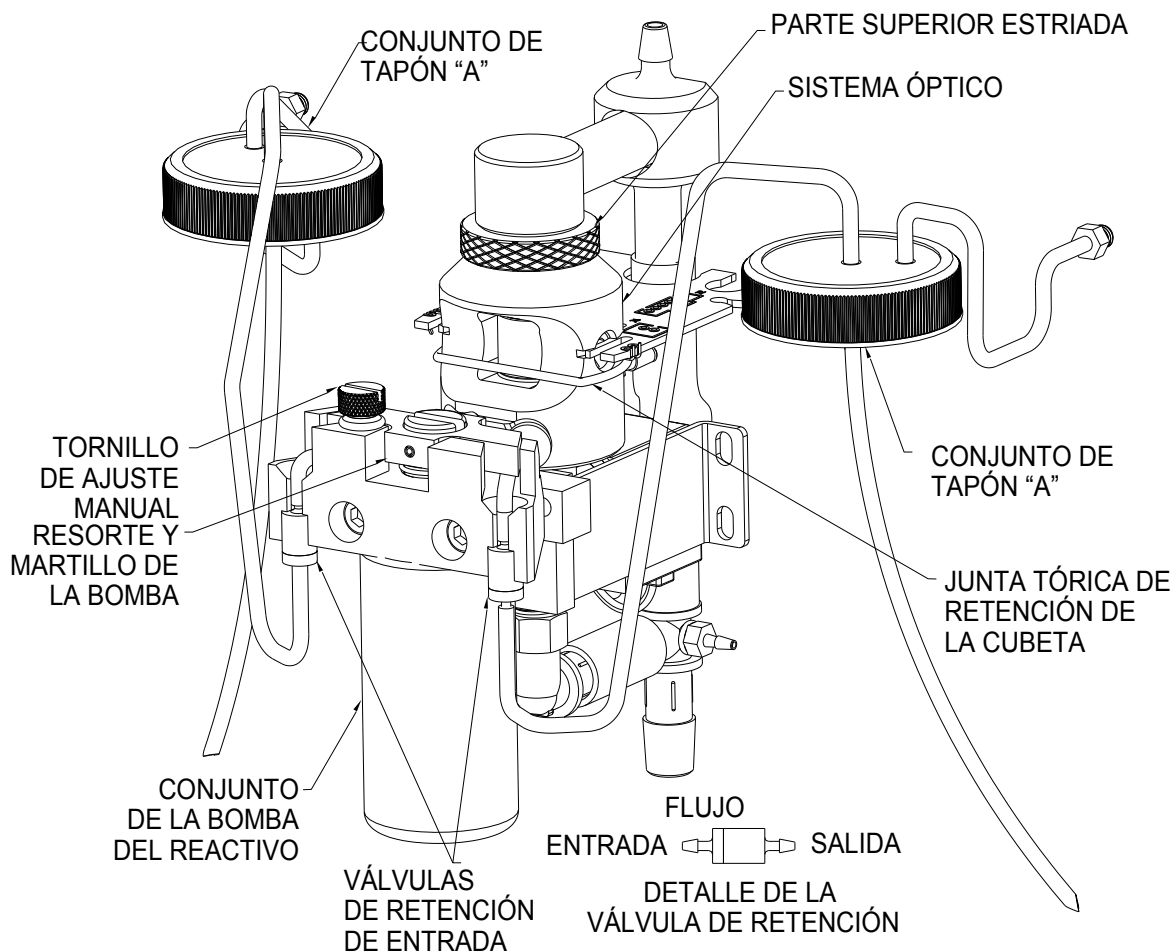

Figura 8: Instalación de los tubos de reactivos
Podría ser necesario reemplazar los tubos de la bomba con más frecuencia porque están sujetos al desgaste de la “bomba” de reactivo. No es necesario reemplazar las válvulas unidireccionales y estas deben guardarse. Tenga en cuenta que las válvulas unidireccionales tienen un solo sentido de flujo y que el lado de entrada “IN” es de menor diámetro (vea la Figura 8).
8. Consulte la Figura 8 para asegurarse de que la instalación sea correcta.